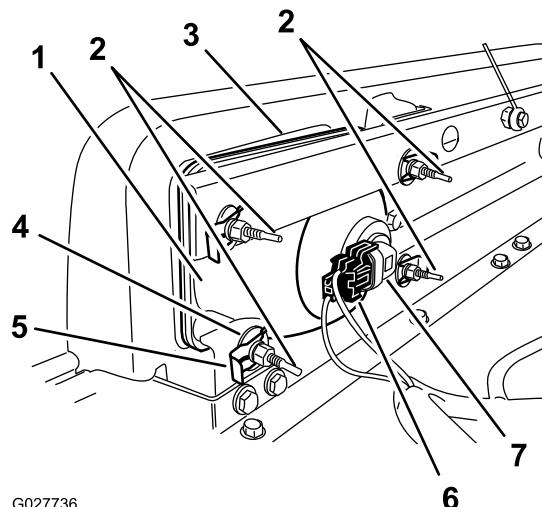

Figura 41
3. Desligue o conector elétrico para a cablagem do conector do conjunto da lâmpada (Figura 41).
4. Retire os clips rápidos e as anilhas que fixam o farol a respetivo suporte (Figura 41).
5. Retire o conjunto do farol movendo-o para a frente através da abertura no pára-choques dianteiro (Figura 41).
6. Instale o novo farol através da abertura no pára-choques (Figura 41).
8. Ligue o conector elétrico para a cablagem ao conector do conjunto da lâmpada (Figura 41).
2. Na parte traseira do conjunto de faróis, rode os parafusos de ajuste (Figura 41) para inclinar o conjunto dos faróis e alinhar a posição do feixe.